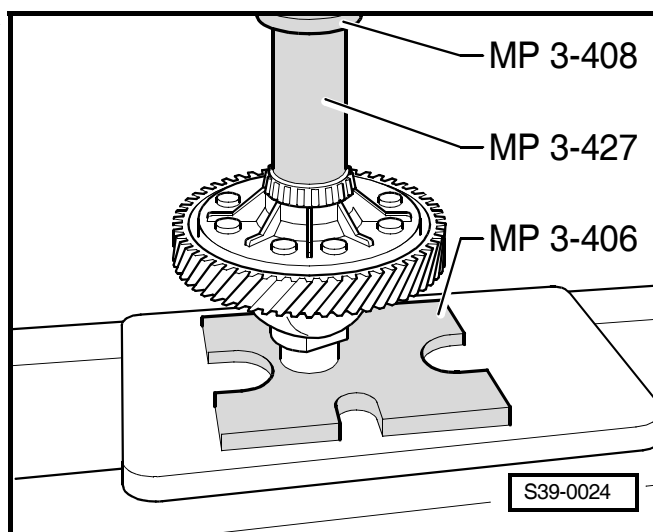

Fig. 5: Extraire la bague extérieure/le roulement à rouleaux coniques du carter de la boîte de vitesses
- Extraire ⇒ Fig. 5 au **39-3** page 4